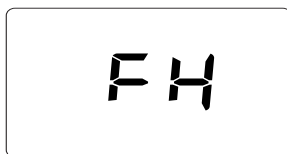

fig. 6 - Sfiato con ventilatore attivo
- Per i successivi 20 secondi il display visualizza **FH** che identifica il ciclo di sfiato aria dall'impianto riscaldamento con il ventilatore in funzione (fig. 6).